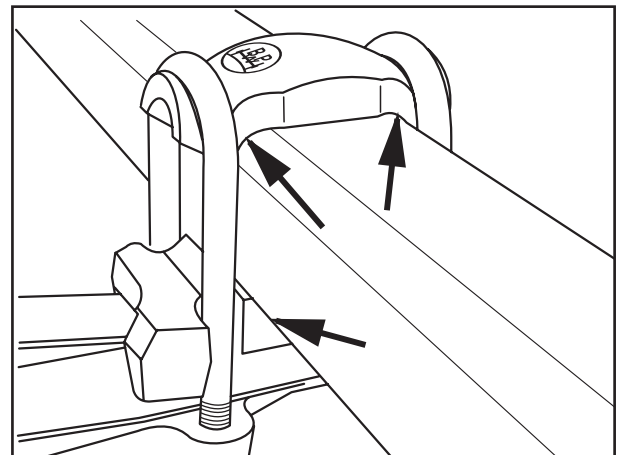

Fig. 23
- [29] Sicherungsmuttern - immer pro Federbügel leicht anziehen bis alle Bauteile gleichmäßig anliegen. (Die Achslappen liegen nur in den Radien am Achskörper auf, Fig. 23/Pfeile).
[29] Tighten lock nuts slightly - one spring U-bolt at a time - until all components are in uniform contact (the spring seats are only in contact with the radii on the axle beam (Fig. 23/arrows).
[29] Serrer légèrement les écrous de sûreté - toujours par bride de ressort - jusqu'à ce que les éléments soient placés de façon régulière (les patins d'essieu sont posés sur les angles du corps d'essieu, fig. 23/flèche).